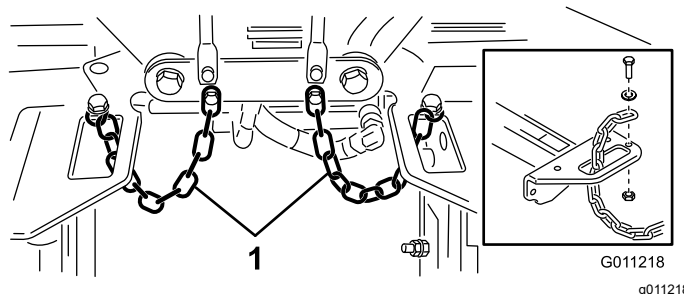

Figura 23
4. Fate passare le catene del ribaltatore attraverso l'apertura presente sull'estremità di ogni telaio portante. Fissate le catene del ribaltatore alla parte superiore del telaio portante per mezzo di un bullone, una rondella e un dado di bloccaggio (Figura 23).